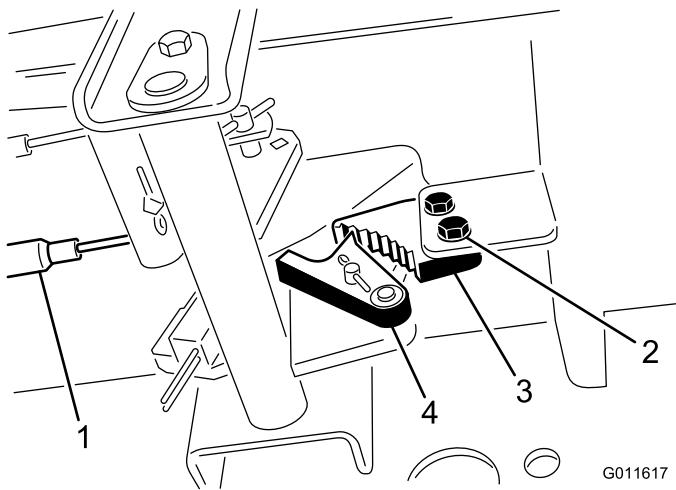

Figure 49
- Desserrez les 2 vis qui fixent le cliquet du frein de stationnement au châssis (Figure 49).
2. Appuyez sur l'avant de la pédale du frein de stationnement jusqu'à ce que le verrou s'engage complètement sur le cliquet du frein (Figure 49).